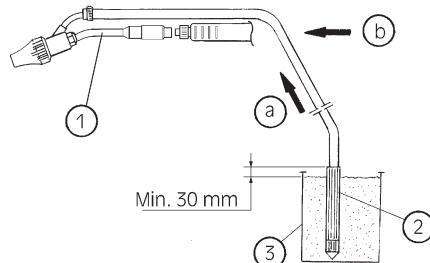

Fig. 7
Il dispositivo per idrosabbiatura è di facile applicazione (vedere Fig. 7): è sufficiente sostituire il terminale standard col terminale per idrosabbiatura (1) ed inserire il tubo aspirazione sabbia (2) in un apposito contenitore (non in dotazione) (3), avendo cura di utilizzare sabbia asciutta e di qualità adatta all'uso (sabbia al quarzo o sabbia silicea; rivolgersi al proprio rivenditore) e di lasciare fluire per 30 mm il tubo stesso dalla sabbia.